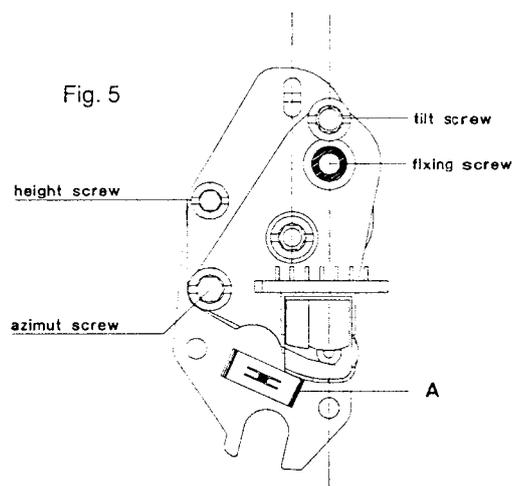

Fig. 5
- Die Befestigungsfeder (A) (Fig. 5) und die beiden Stecker abziehen.